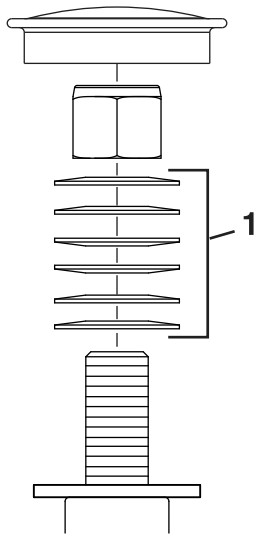

Figure 55
3. Retirez le capuchon protecteur de la roue pivotante et serrez le contre-écrou (Figure 55).
4. Continuez de serrer le contre-écrou jusqu'à ce que les rondelles élastiques soient aplaties, puis desserrez-le d'un quart de tour pour obtenir la précharge correcte des roulements (Figure 55).
Important: Veillez à placer les rondelles élastiques comme montré à la Figure 55.
5. Remettez le capuchon protecteur en place (Figure 55).